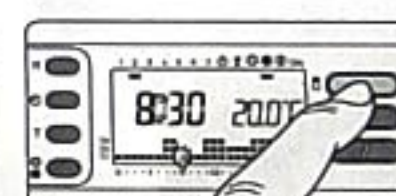

Fig. 57
*Nota.* Per ritornare in funzionamento AUTOMATICO prima dello scadere del tempo programmato premere il pulsante  $\diamond$  (fig. 57).